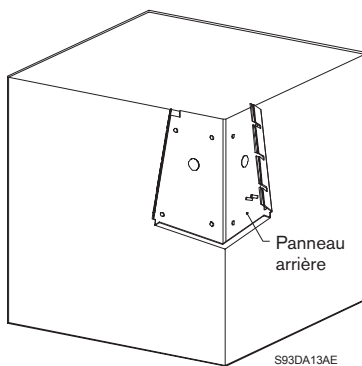

Figure 5 : positionnement du panneau arrière
1. Positionnez le panneau arrière dans le coin, contre les murs et le plafond. Voir figure 5.